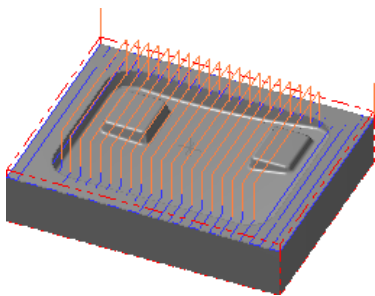
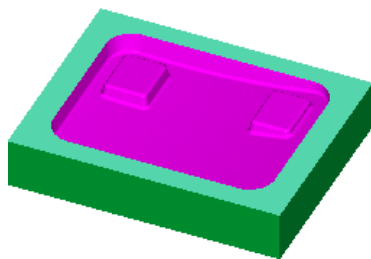

图 10.21 刀具路径
图 10.22 仿真结果
(1) 设置曲面参数。在“曲面精加工平行铣削”对话框中单击 **曲面参数** 选项卡，然后在 **下刀位置(F)** 文本框中输入值 5，在 **预留量** 文本框中输入值 0。（此处翻译有误，应为“加工面预留量”）
(2) 设置精加工平行铣削参数。在“曲面精加工平行铣削”对话框中单击 **精加工平行铣削参数** 选项卡，然后在 **大切削间距(M)** 文本框中输入值 6.0，在 **切削方式** 下拉列表中选择 **双向** 选项。
Step5. 单击“曲面精加工平行铣削”对话框中的  按钮，同时在图形区生成图 10.21 所示的刀具路径。
(1) 在 **刀具路径管理器** 选项卡中单击  按钮，然后单击“验证已选择的操作”按钮 ，系统弹出“Mastercam Simulator”对话框。
(2) 在“Mastercam Simulator”对话框中单击  按钮，系统将开始进行实体切削仿真，结果如图 10.22 所示。单击  按钮关闭“Mastercam Simulator”对话框。